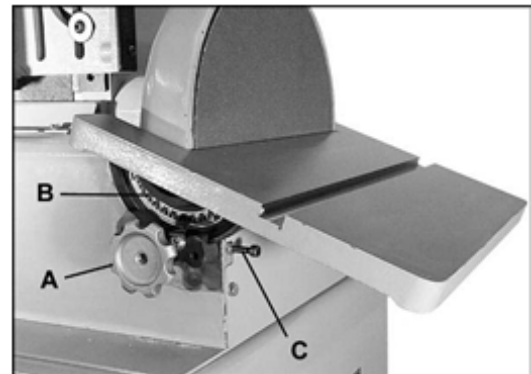

Рис. 16
См. Рис. 16 и 17:
- Внутренние резьбы стопорных маховиков стола (см. Рис. 16, А)